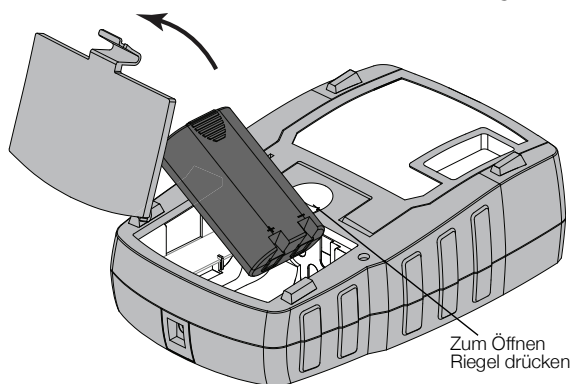

Abbildung 4
- 1 Drücken Sie den Riegel an der Rückseite des Druckers nach unten, um den Deckel des Batteriefachs abzunehmen. Siehe Abbildung 4.
- 2 Setzen Sie den Akku in das Batteriefach ein und achten Sie dabei auf die Polarität (+ und -). Siehe Abbildung 4.